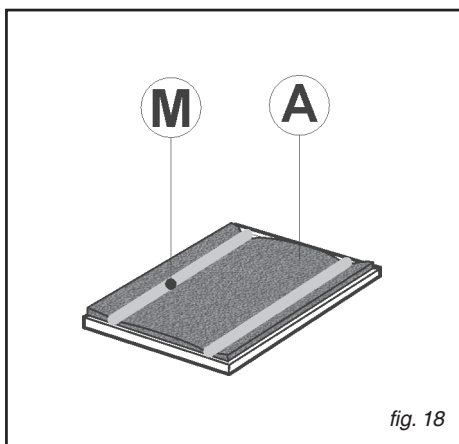

fig. 18
**• Démontage des filtres à charbon (fig.18)**